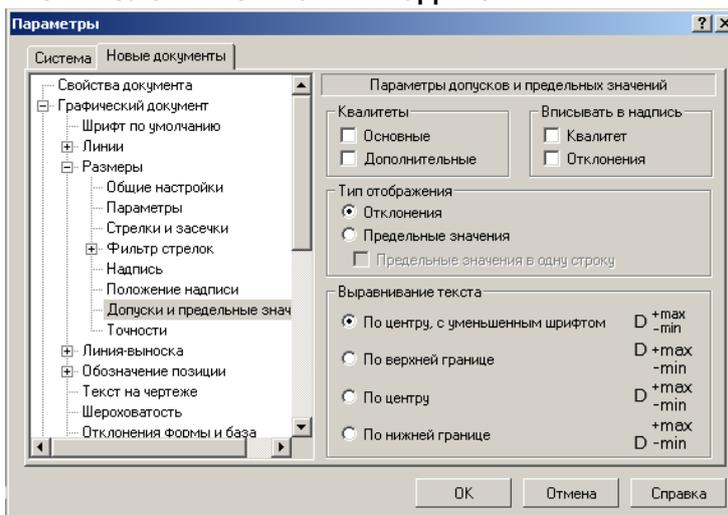

Рис. 15.8. Окно диалога **Графический документ**⇒**Размеры**⇒**Допуски и предельные значения**.
Система КОМПАС-3D LT рассчитана на выполнение не только учебных школьных, но и учебных чертежей в ВУЗах, и производственных чертежей. По этой причине она содержит возможности нанесения в размерной надписи технологических обозначений (рис. 15.8).
2. Откройте группу настроек **Графический документ**, пункт **Размеры**⇒**Допуски и предельные значения** (рис. 15.8) и снимите флажки опций **Основные** и **Дополнительные** в поле **Квалитеты**, а также **Квалитет** и **Отклонение** в поле **Вписывать в надпись**.